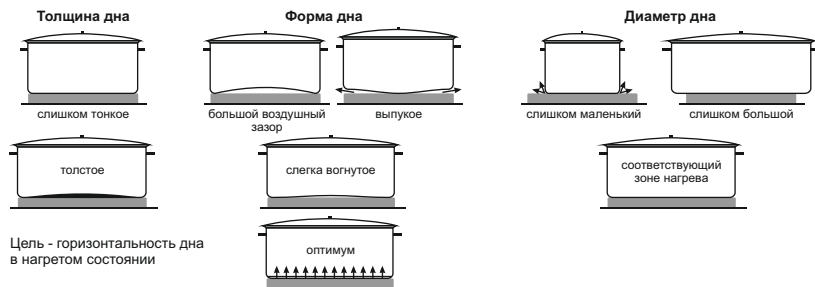

Рисунок 9 - Схема тепловых потерь при неправильном выборе посуды
9.2 Для снижения расхода электроэнергии, ускорения процесса приготовления пищи и увеличения срока службы электроконфорок рекомендуем пользоваться кухонной посудой, имеющей ровное и плоское дно диаметром равным или несколько большим диаметра электроконфорки (рис.9).